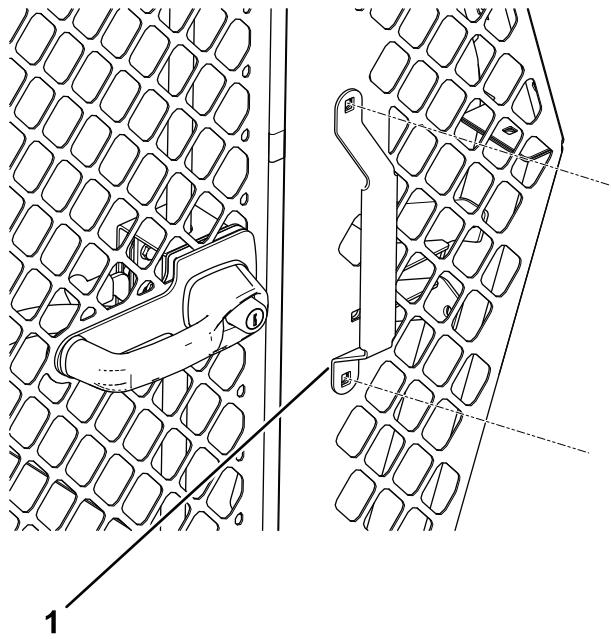

Рисунок 7
10. Используйте винты с полуокруглыми головками (5/16 x 3/4 дюйма) и фланцевые гайки (5/16 дюйма), чтобы установить скобу поручня на левую боковую панель (Рисунок 7).